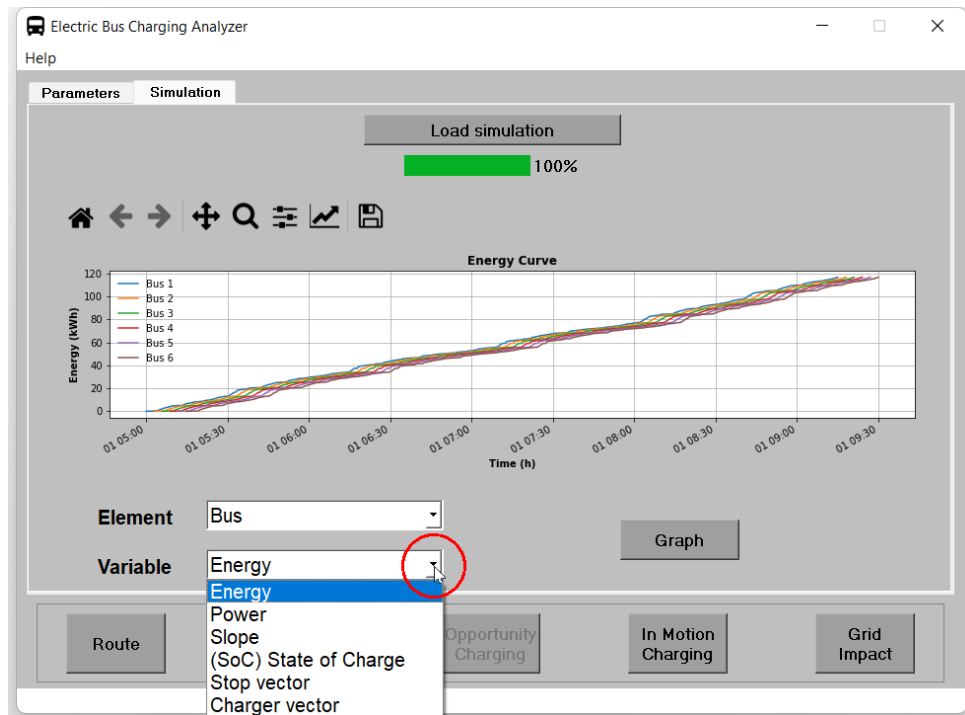

Figura 28: Seleccionar otra variable para gráfica.
5. Se puede visualizar otra variable, seleccionándola en la lista desplegable como se muestra en figura 28.